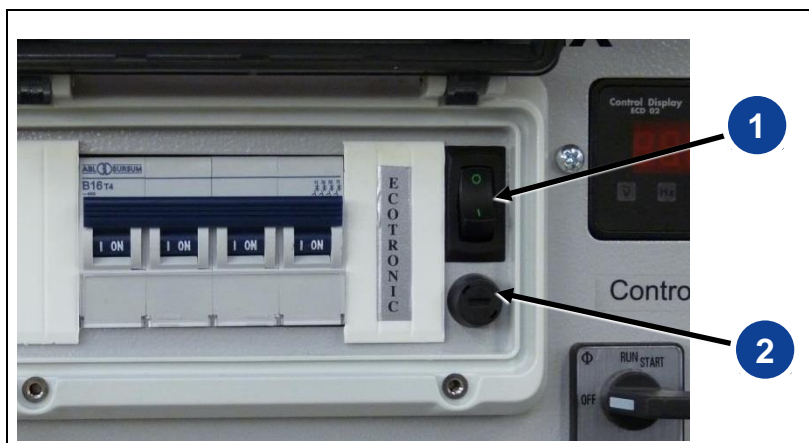

Bild 4-9: Vippbrytare Tomgångsminskning
1. Ställ vippbrytaren (Bild 4-9-(1)) i läge "I" (PÅ).
1. Ställ vippbrytaren (Bild 4-9-(1)) i läge "0" (AV).